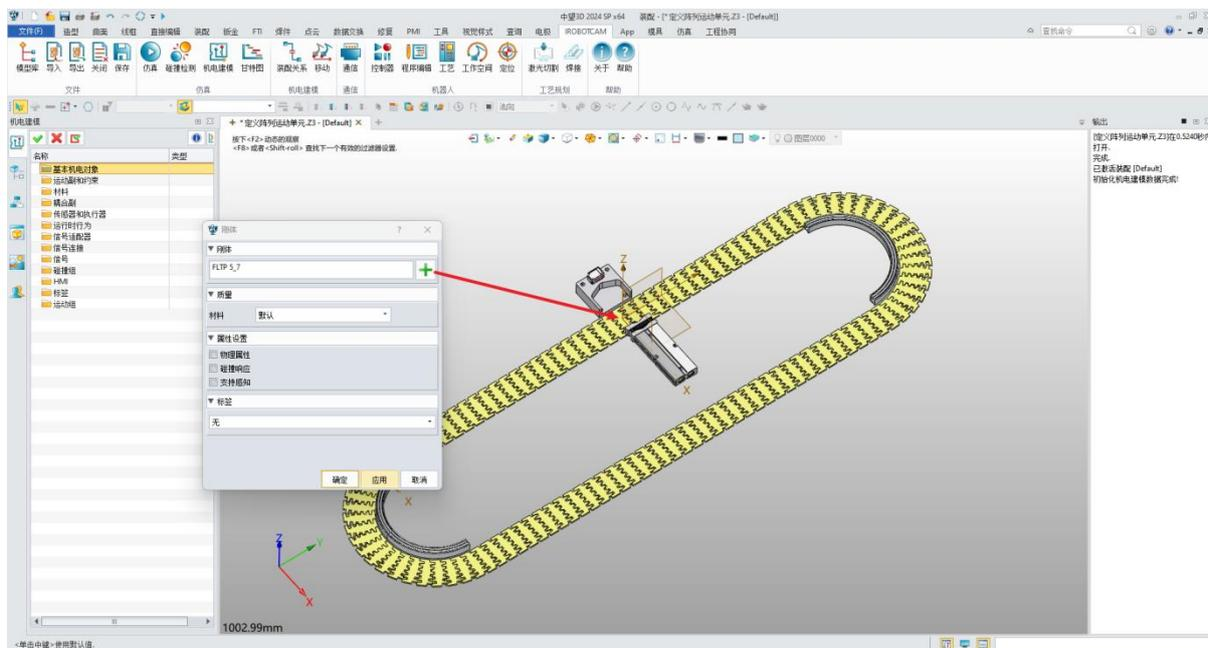

图 7-7: 刚体信息
- 单击“确定”为“FLTP5_7”创建刚体。（图 7-7）